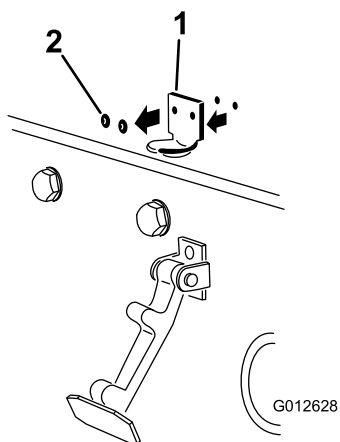

図 5
2. フードラッチブラケットをフードに固定しているリベット2本を外す 図 5。